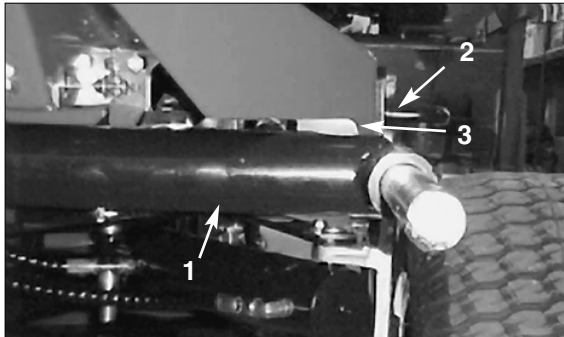
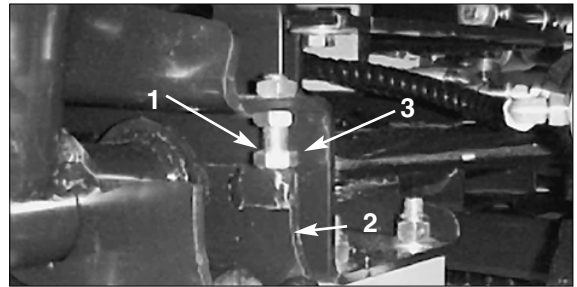

Figure 1
Figure 3
1. Mettez le moteur en marche, relevez les unités de coupe et vérifiez si l'intervalle entre chaque bras de relevage et le support de la plaque de plancher est compris entre 0,46 et 0,81cm (Fig. 1). Si ce n'est pas le cas, reculez les boulons de butée (Fig. 3) et réglez le cylindre de manière à obtenir l'écartement voulu. Pour régler le cylindre, reculez l'écrou de blocage sur le cylindre (Fig. 2), enlevez l'axe à l'extrémité de la tige et tournez la chape. Installez l'axe et vérifiez l'écartement. Répétez la procédure le cas échéant. Serrez l'écrou de blocage de la chape.
2. Vérifiez si l'écartement entre chaque bras de relevage et boulon de butée est compris entre 0,13 et 1,02 mm (Fig. 3). Si ce n'est pas le cas, ajustez les boulons de butée pour obtenir l'écartement voulu.